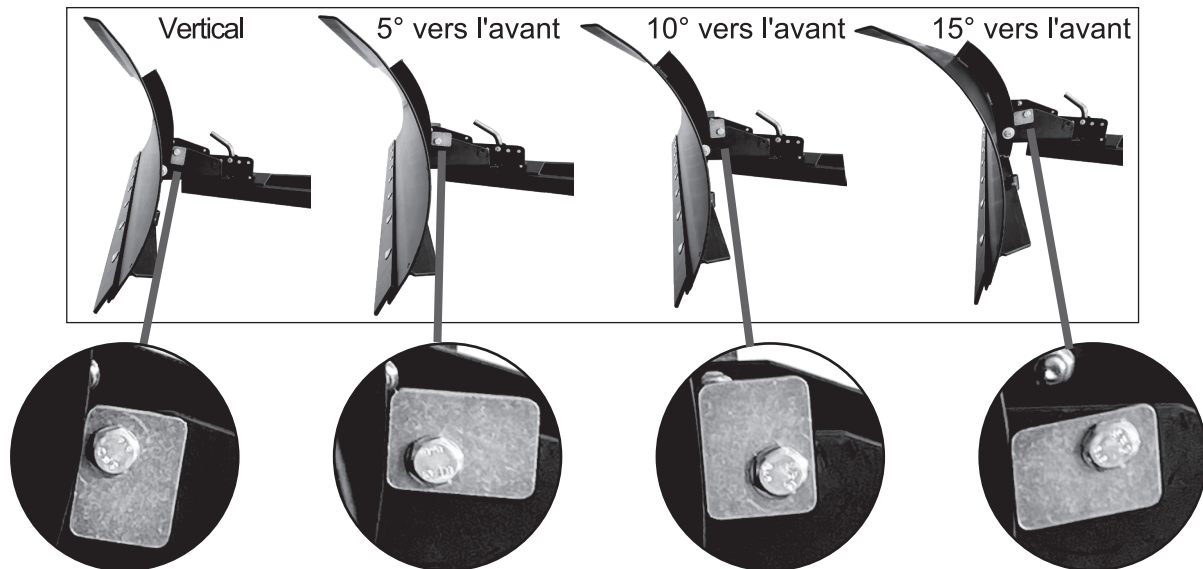

Fig. 5 - Came de pas de la lame
3. En écartant le plus possible les boulons en U, placez un support de montage vertical (2) sur les boulons en U, les filetages du boulon de carrosserie (6) étant orientés vers le bas. Placez une rondelle plate (9) et un contre-écrou (10) sur chaque filetage du boulon en U (4 au total). Vissez les contre-écrous de manière à ce qu'ils touchent le support de montage vertical (2), mais ne les serrez pas. Répétez cette opération pour l'autre support de montage vertical.
4. Placez le support de montage horizontal (1) sur les deux boulons de carrosserie (6). Placez deux rondelles plates (7) sur les boulons de carrosserie (6), puis vissez les contre-écrous (8) de manière à ce qu'ils touchent le support de montage horizontal (1), mais ne les serrez pas.
5. Serrez les huit contre-écrous (10) sur les boulons en U à un couple compris entre 21,7 et 24,9 Nm (192 et 220 po-lb).
6. Utilisez une équerre de charpentier et vérifiez que le support de montage horizontal (1) est perpendiculaire au châssis du véhicule. Serrez les deux contre-écrous (8) à un couple compris entre 6,2 et 7,3 Nm (55 et 65 po-lb).
7. La barre de poussée (15) étant dans la bonne orientation, placez les oreilles de la barre de poussée (15) sur les fentes avant ou arrière du support de montage horizontal (1). Fixez-la en place à l'aide des axes de chape à dégagement rapide (11) et installez les épingles à cheveux (12) sur les deux axes de chape (11) pour éviter qu'ils ne tombent.
ÉTAPE 6 : Installez la lame sur la barre de poussée. Placez une rondelle plate surdimensionnée (29) sur les deux boulons (27), puis placez la lame (16) sur la plaque d'indexation pivotante (13). Alignez les trous et insérez un boulon (27) depuis l'extérieur. Placez une entretoise (29) sur les filetages du boulon (27) et insérez l'entretoise (29) dans le trou. Placez une autre rondelle plate surdimensionnée (29) sur le boulon, puis vissez le contre-écrou (30) sur le boulon, mais ne le serrez pas. Répétez l'opération pour l'autre côté. Serrez les deux boulons (27) et les contre-écrous (30) à un couple compris entre 6,2 et 7,3 Nm (55 et 65 po-lb). Vérifiez que la lame (16) peut être inclinée vers l'avant et vers l'arrière. Si ce n'est pas le cas, vérifiez la position de l'entretoise (29).
La came de réglage de l'inclinaison (33) permet de régler l'inclinaison de la lame vers l'avant ou vers l'arrière. Notez que le trou de la came est décalé. Ces comes agissent comme une butée pour l'inclinaison de la lame vers l'arrière et permettent de placer l'inclinaison de la lame dans 4 positions (fig. 5).